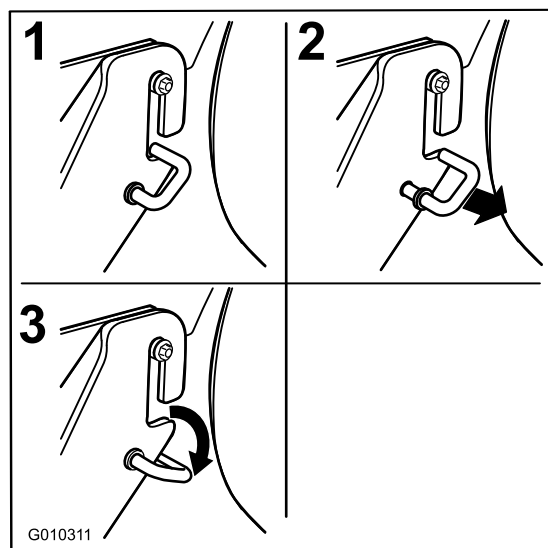

Figura 68
- Sganciate i ganci uncinati a molla dalla fessura delle staffe di sospensione posteriori su entrambi i lati del piatto di taglio (Figura 68).
6. Agganciate il supporto anteriore presente sul piatto di taglio ai supporti di sospensione anteriori e fissatele con una rondella e una coppiglia (Figura 68).